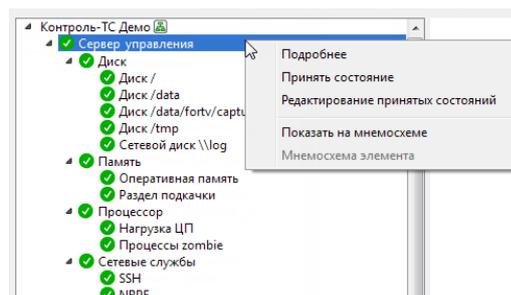
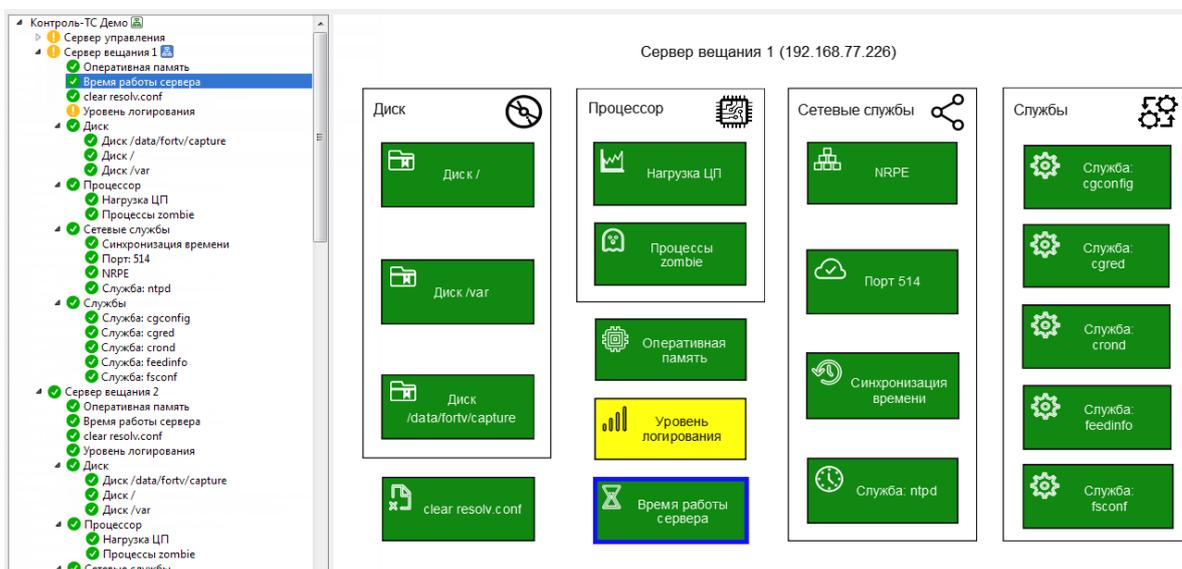

Рисунок 5.4 – Контекстное меню элемента ТС
Рисунок 5.10 – Детальная мнемосхема элемента
При щелчке правой кнопкой мыши по элементу в дереве или на мнемосхеме открывается контекстное меню (рис. 5.4).
- Показать на мнемосхеме: показать элемент на мнемосхеме (актуально при наличии детальной мнемосхемы элемента верхнего уровня), рис. 5.10;
При щелчке мышью по значку  открывается соответствующая мнемосхема (пример на рис. 5.10). Аналогично действует выбор в контекстном меню элемента (см. рис. 5.4) пункта «Мнемосхема элемента».
После этого откроется соответствующая мнемосхема с выделением на ней указанного элемента (пример на рис. 5.10).